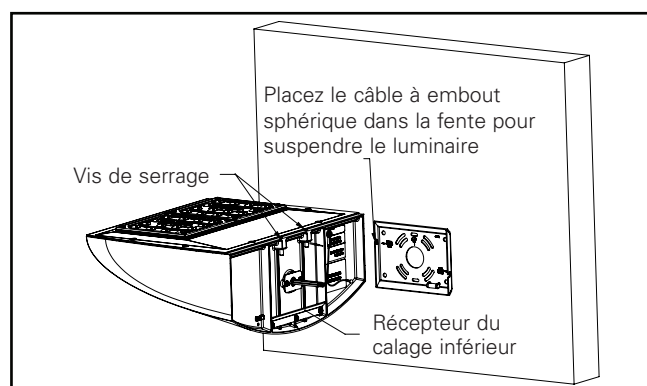

Figure 11.
3. Suspendez le luminaire depuis la plaque de calage en utilisant le câble à embout sphérique situé à l'arrière du luminaire. (Figure 11)